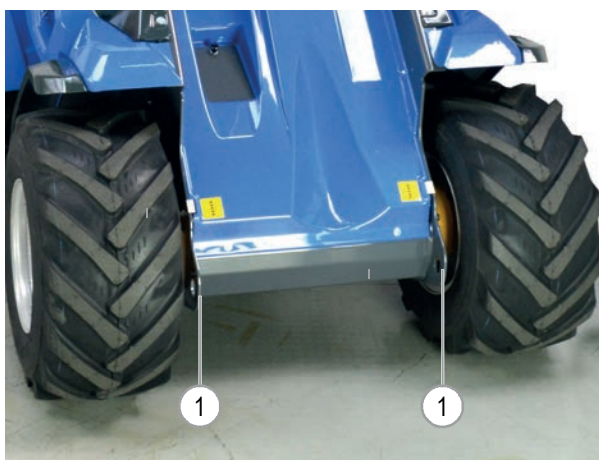

РИС. 18
- 8) Прикрепите машину к платформе транспортного средства с помощью тросов, ремней, крепежных скоб, подходящих для использования, используя точки крепления (РИС. 18 - Сс. 1) на машине.